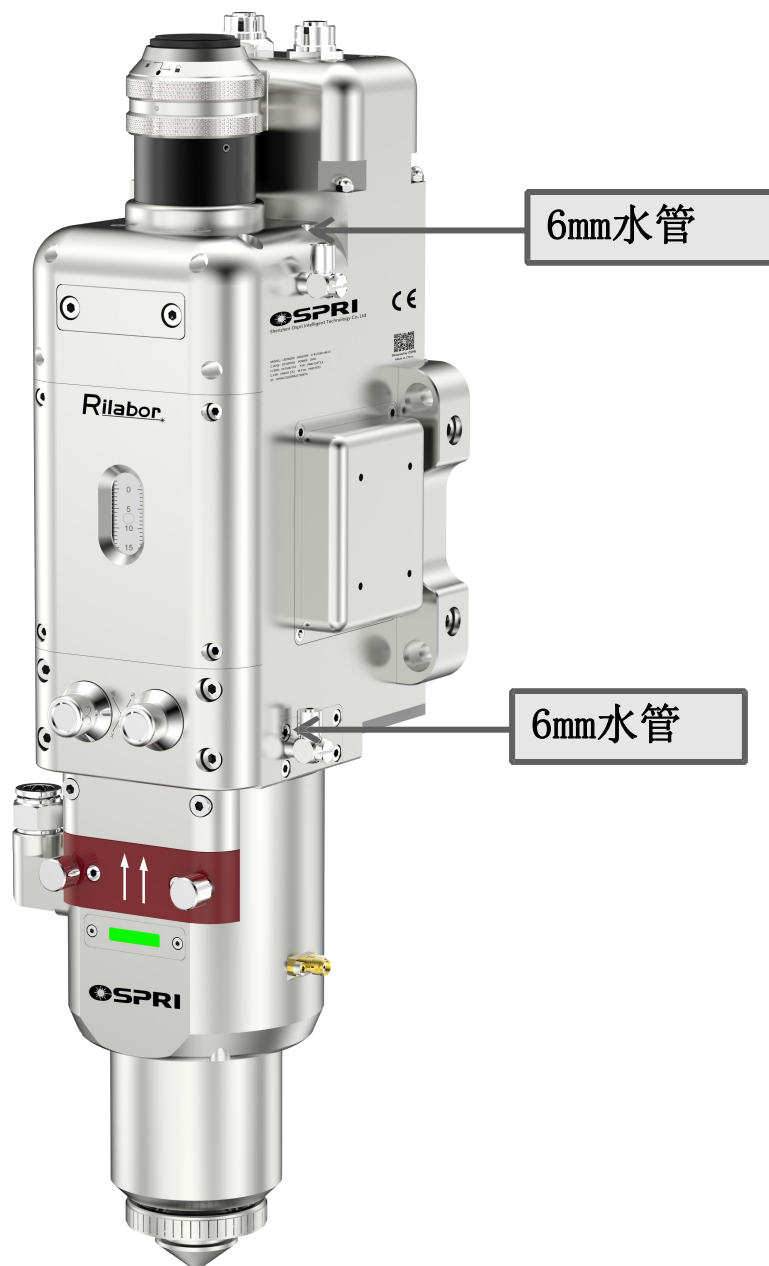

图1.3
① 用于QBH及切割头冷却，1进1出冷却管路，如下图1.3所示：